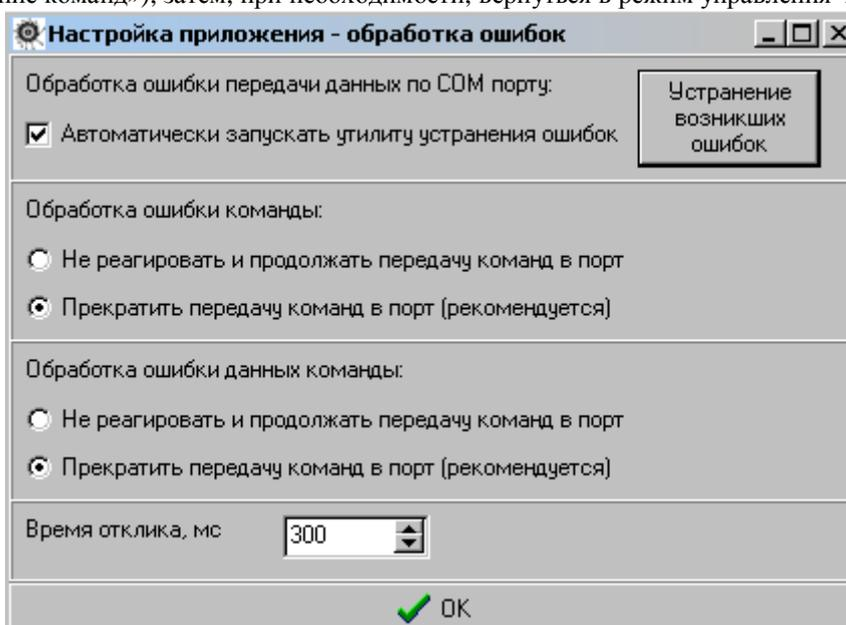
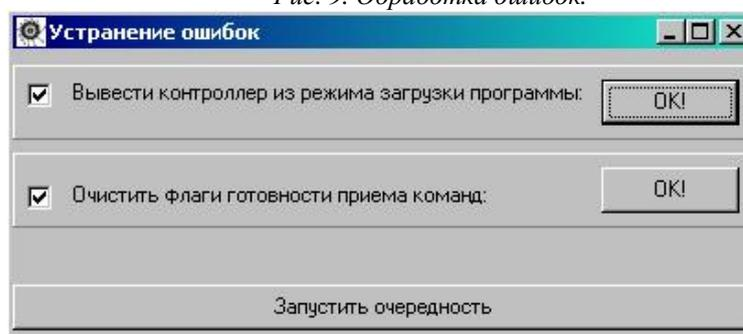

Рис. 9. Обработка ошибок.
Рис. 10. Устранение ошибок.
1 - запустить «Утилиту устранения ошибок» – пункт меню «Настройки» >>> «Обработка ошибок» (рис.9) >>> «Устранение возникших ошибок» >>> «Вывести контроллер из режима загрузки программы» - Нажать кнопку «ОК» (рис.9).
**Ошибка передачи данных** может возникнуть, если отправить контроллеру команду, когда он не готов ее принять, или произошли какие-либо сбои при передаче данных по Com-порту. Такая ситуация может возникнуть при несоответствии состояний индикаторов режимов каналов с действительными (см. раздел 4 - Панель индикаторов). Для исправления такой ошибки необходимо запустить «Утилиту устранения ошибок – пункт меню «Настройки» >>> «Обработка ошибок» (рис.9) >>> «Устранение возникших ошибок» >>> В диалоговом окне рекомендуется отметить все флажки и нажать кнопку «Запустить очередность» (Рис.10). Нажатие кнопки «Запустить очередность» эквивалентно нажатию подряд всех кнопок «ОК», помеченных флажками слева. Если ошибка повторяется, а все индикаторы соответствуют светодиодам контроллера – нужно проверить, не были ли изменены настройки порта (см. раздел 3 – Выбор и настройка порта) в пункте меню «Установки» >>> «Настройки порта».
Для ошибок команды и ошибок данных команды возможны два варианта. 1 – не обращать внимание на возникающие ошибки и продолжать передачу следующей команды контроллеру; 2 – прервать передачу команд в порт при возникновении ошибки. Для этого в меню «Настройки» >>> «Обработка ошибок» (рис.9) нужно отметить соответствующие переключатели. Рекомендуется оставить значения по умолчанию (Прекратить передачу команд). Однако, в режиме управления через панель может оказаться удобным 1 вариант – не обращать внимание на ошибки и продолжать передачу команд. Однако в этом случае нет уверенности в том, что все команды успешно переданы или все значения соответствуют заданным.
Для ошибки передачи данных есть возможность автоматически запускать «Утилиту устранения ошибок». Для этого в пункте меню «Настройки» >>> «Обработка ошибок» в появившемся диалоговом окне (рис.9) нужно отметить флажок «Автоматически запускать утилиту устранения ошибок». Если флажок отмечен, при возникновении ошибки передачи данных утилита будет запускаться автоматически. Утилита будет запускаться подряд (сверху вниз) пункты устранения ошибок, отмеченные флажками (рис.10).